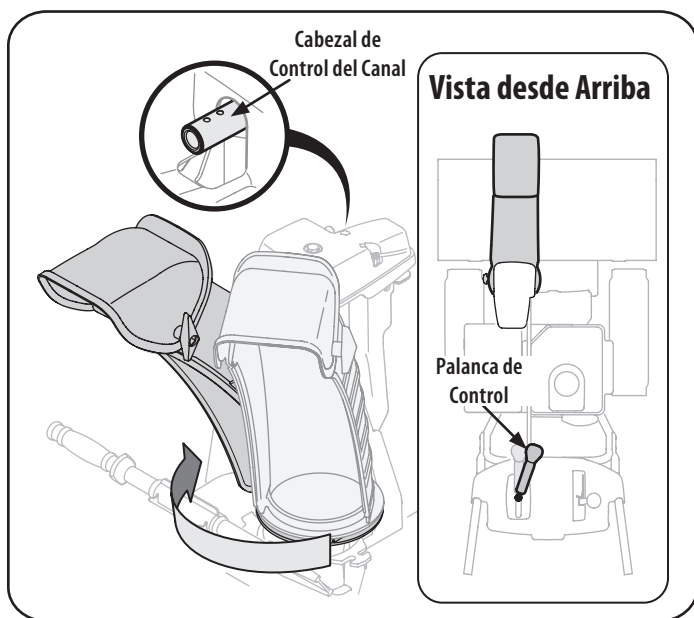
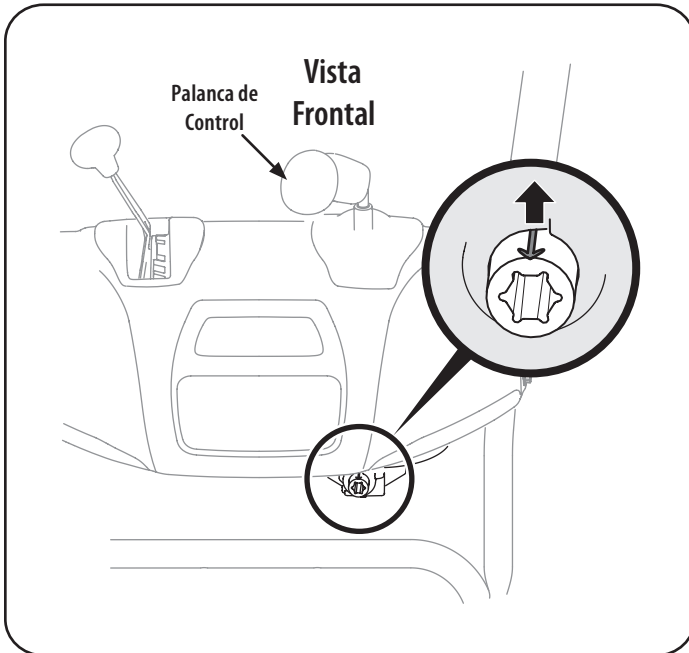

Figura 6
Figura 7
5. Apriete el disparador en la palanca de control y gire el canal manualmente para que mire hacia delante. Los orificios en el cabezal de control del canal estarán mirando hacia arriba. Vea la Figura 6.
6. Gire la palanca de control a la una posición tan que la flecha indicadora plateada en el engranaje del piñón por debajo del panel de control señale hacia arriba. Vea la Figura 7.
**NOTA:** La palanca de control girará ligeramente hacia la derecha. Vea la Figura 6 & la Figura 7.